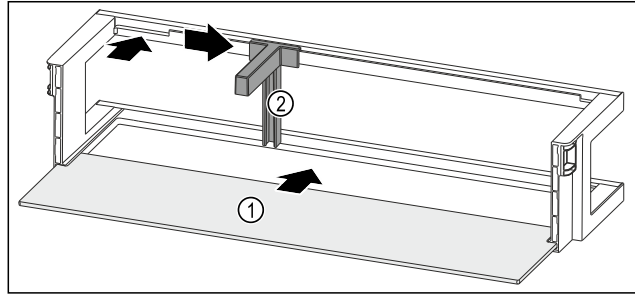

Fig. 89 Balconnet de contre-porte avec tablette de rangement
- ▶ Insérer la tablette de rangement Fig. 89 (1) dans les évidements latéraux.
- ▶ Insérer le porte-bouteilles Fig. 89 (2) dans l'évidement.
- ▶ Pousser le porte-bouteilles Fig. 89 (2) sur le côté en position souhaitée.